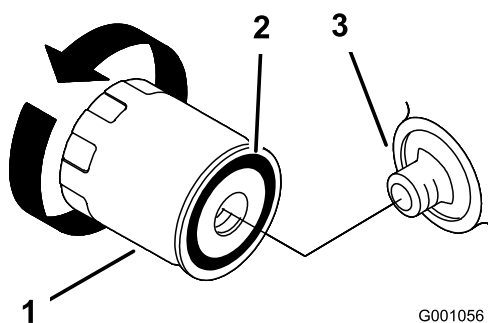

Figura 47
2. Girate il filtro in senso antiorario e toglietelo (Figura 47 e Figura 47).